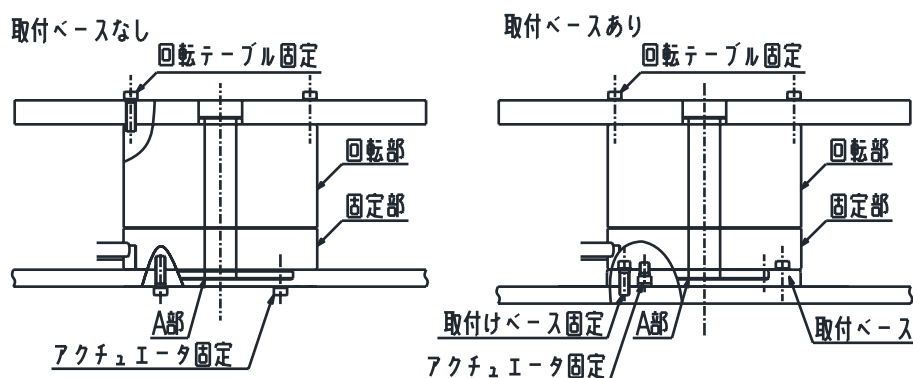

図 2.1 アクチュエータの設置
- 図 2.1 に示す A 部には、位置検出を行う精密部品(レゾルバ)が組込まれています。